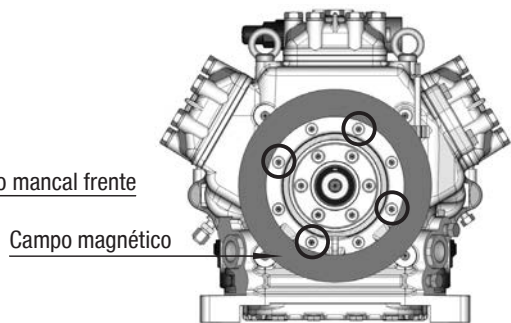

Fig. 8
- Empurrar o campo magnético para o assentamento otimizado e fixar novamente os quatro parafusos de cabeça cilíndrica M8 (fig. 8). Torque de aperto dos parafusos = 34 Nm.